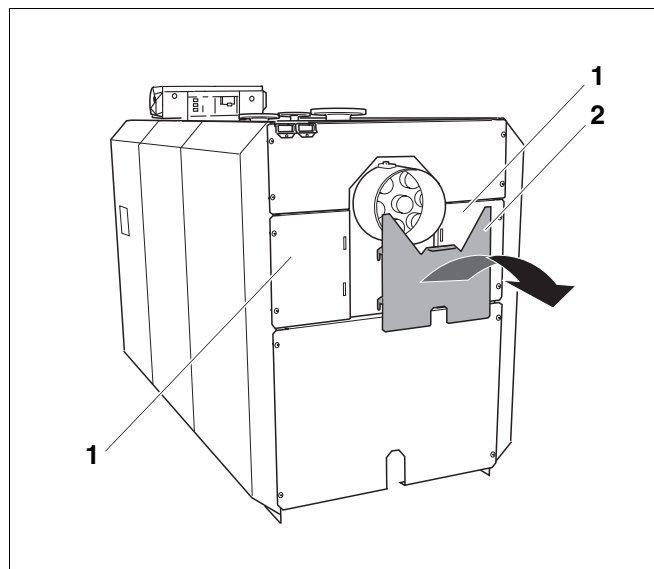
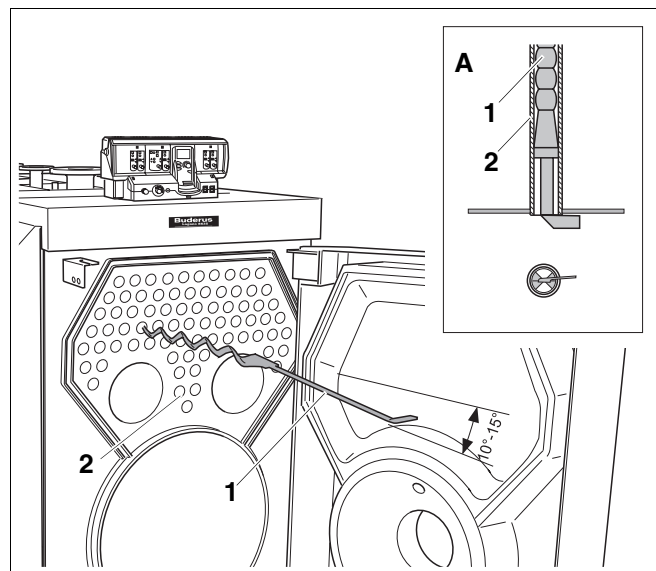

Рис. 52 Демонтаж накладной пластины для задней стенки
Рис. 54 Корректировка предварительного напряжения турбуляторов
- Снять накладную пластину задней стенки (рис. 52, **поз. 2**) по направлению стрелки с левого и правого средних элементов задней стенки (рис. 54, **поз. 1**).
- Проверьте, чтобы стопоры турбуляторов прилегли на фронтальной стенке горизонтально к трубам дополнительных поверхностей нагрева (рис. 54, вид А).
- Задвинуть турбуляторы (рис. 54, поз. 1) в трубы дополнительных поверхностей нагрева (рис. 54, поз. 2).
Если предварительное напряжение турбуляторов (рис. 54, поз. 1) недостаточно, то необходимо его скорректировать.
- Вынуть турбулятор (рис. 54, поз. 1) на 3/4 его длины из трубы (рис. 54, поз. 2).
- Согнуть турбулятор (рис. 54, поз. 1) как показано на рис. 54 на 10° – 15°.
- Вновь задвинуть турбулятор (рис. 54, поз. 1) в трубу (рис. 54, поз. 2).
- Еще раз проверить предварительное напряжение турбулятора (рис. 54, поз. 1).